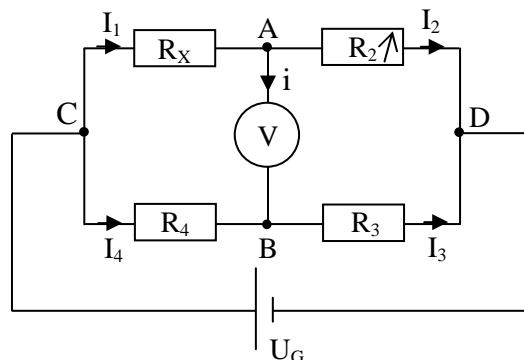

Fig.3 Montage en pont de Wheatstone
- ✓ Réaliser le montage de la fig.3.